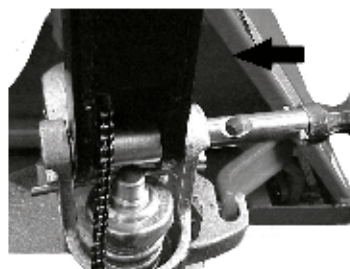

Abb. 6: Einsetzen des Bolzens
- a. Die Deichsel (1) in den Pumpenkolben einführen. Den Bolzen mit Bohrungen mit einem Hammer von rechts eintreiben, um die beiden Baugruppen zu verbinden (Abb. 6).